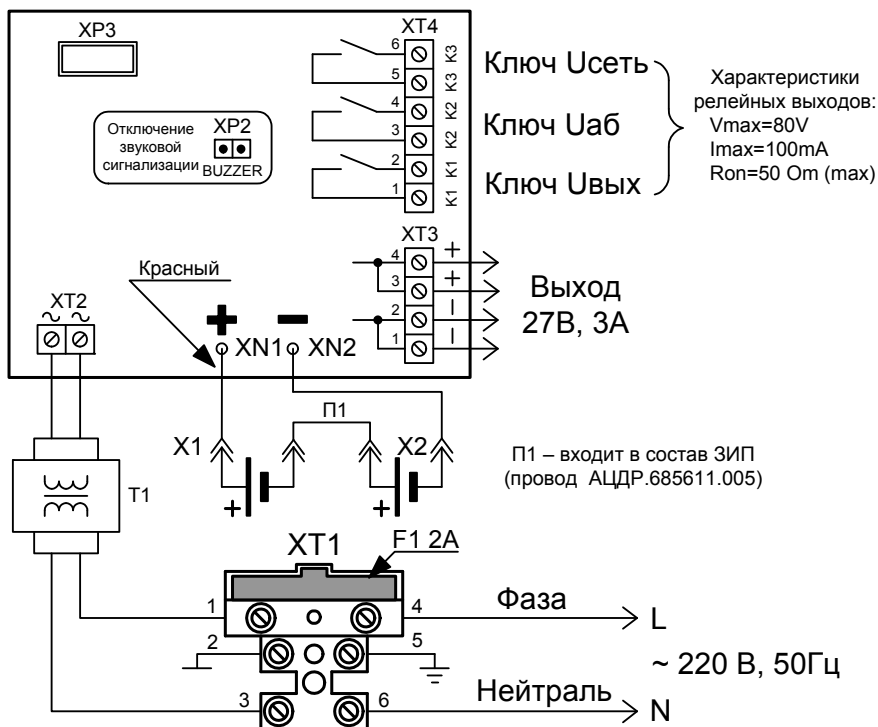

Рисунок 1 Схема подключения РИП
1.2.15 РИП обеспечивает возможность отключения звуковой сигнализации путём снятия перемычки с разъёма ХР2 (расположение разъёма показано на Рис. 1).
**Внимание!** При подключении внешнего питающего напряжения 220 В к сетевой колодке необходимо соблюдать правильность подключения проводов «фаза» и «нейтраль». Подключение производить в соответствии с рисунком, расположенным на внутренней стороне корпуса или в соответствии с Рис. 1 данной этикетки.
- подключить нагрузку к выходной клеммной колодке, соблюдая полярность (ХТ3/1,2 – «-», ХТ3/3,4 – «+», см. Рис. 1).
ж) При необходимости организации дистанционной сигнализации наличия сетевого напряжения, выходного напряжения и напряжения батареи подключить выходы оптореле К1, К2 и К3 к шлейфам сигнализации приборов согласно Рис. 1. Состояния цепей оптореле приведены в Таблице 1.